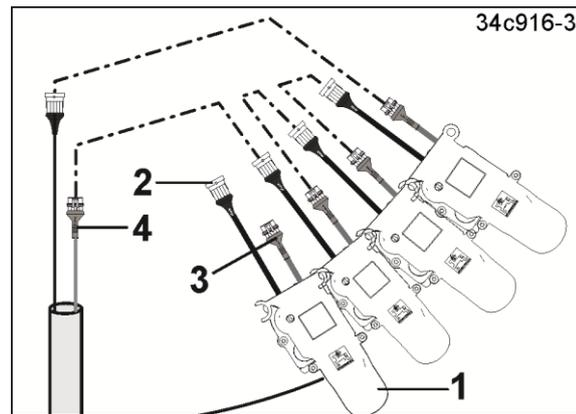

Fig. 477
1. Fahrgassenklappe (Fig. 477/1) deaktivieren.
- 1.1 Stecker (Fig. 477/2) und Buchse (Fig. 477/3) trennen.
- 1.2 Buchse (Fig. 477/4) verbinden.
2. Die nicht benötigten Stecker (Fig. 477/2) und Buchsen (Fig. 477/3) zusammen stecken, zum Schutz vor Feuchtigkeit und Verschmutzung.